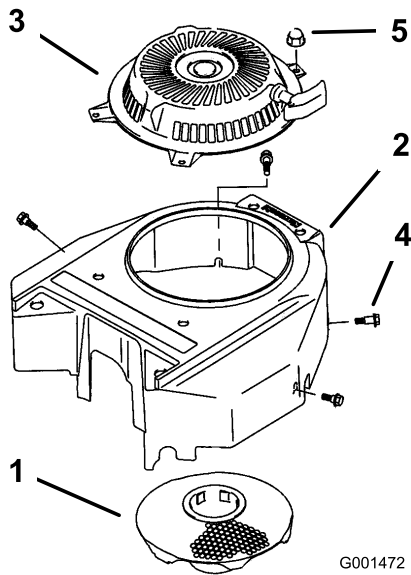

Figura 30
3. Retire la rejilla de entrada de aire, el arrancador de retroceso y la carcasa del ventilador (Figura 30).
5. Instale la rejilla de entrada de aire, el arrancador de retroceso y la carcasa del ventilador (Figura 30).